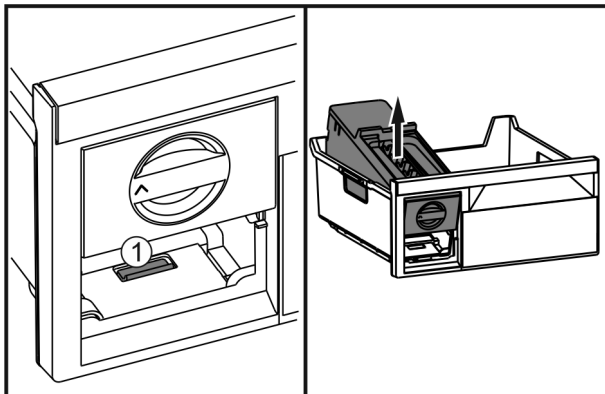

Fig. 39
- ▶ Presionar la lengüeta Fig. 39 (1), levantar el EasyTwist-Ice por detrás y extraerlo del cajón para congelados.